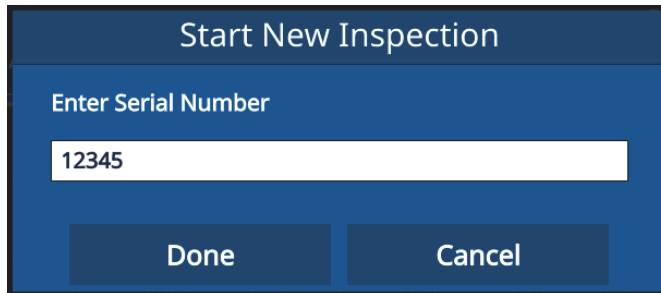

图 6-7 输入序列号
3. 可选步骤：如果已为应用启动了序列号功能，请在弹出窗口中输入序列号并点击 **Done**（完成）（参见第59页的图 6-7）。